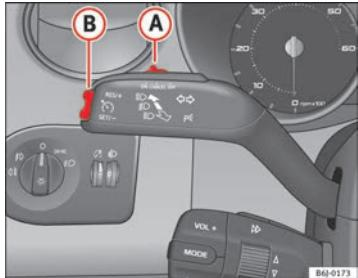

Fig. 113 Palanca de intermitentes y de luz de carretera: mando y tecla basculante para el regulador de velocidad
- Cuando se haya alcanzado la velocidad que se quiere programar, pulse brevemente la parte inferior de la tecla basculante SET ⇒ **fig. 113 B** una vez.